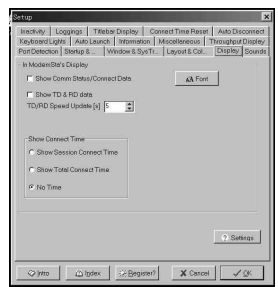

图 5
5. Display:这个类别可以扩充主界面显示的内容(图 5), 建议勾选所有选项, 尤其是 Show Session Connect Time。这样 ModemSta 的主界面就会多出了几个部件, 和外置调制解调器一样能看到连接速度, 还能看到发送和接收的数据量。